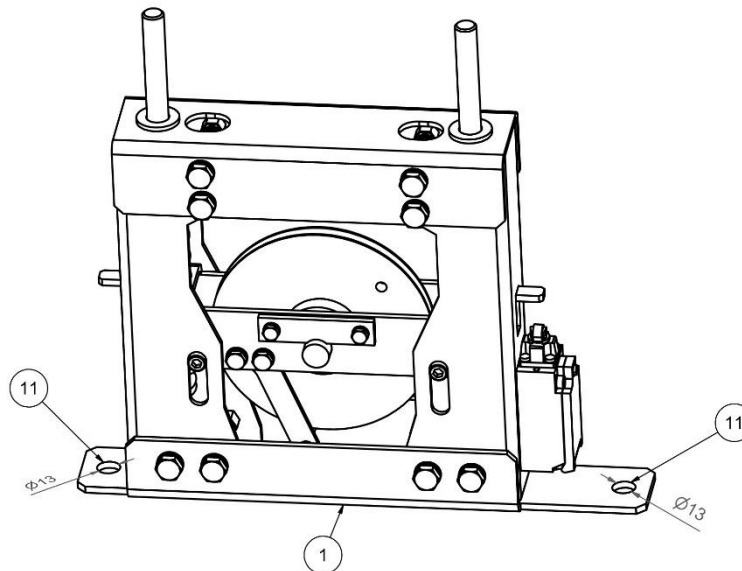

Abbildung 3: Befestigungspunkte der Compact-Spannrolle
Sobald sichergestellt wurde, dass die Stränge des Begrenzerseils einwandfrei in der Seilrille der Rolle laufen, ist die Compact-Spannrolle mit zwei M12-Schrauben in den dafür vorgesehenen Befestigungspunkten (11) am Boden der Anlage zu befestigen. Siehe Abbildung 3.